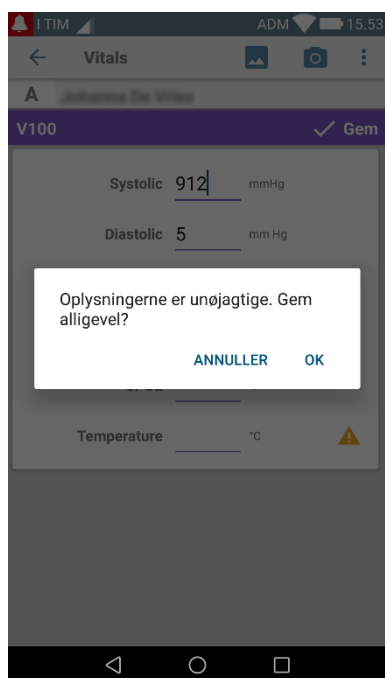

Fig. 91
- Tryk på **Save-knappen** i øverste højre hjørne (Fig. 90 **B**). Hvis ikke alle værdier vurderes at være i det accepterede område (dvs. ⚠ ikonet vises), så beder Vitals-modulet om bekræftelse fra brugeren (Fig. 91):